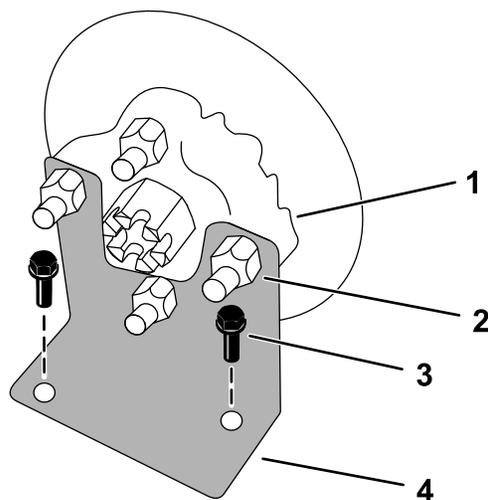

Bild 1
9. Entfernen Sie die vier Radmutter von jeder Radnabe (Bild 1).